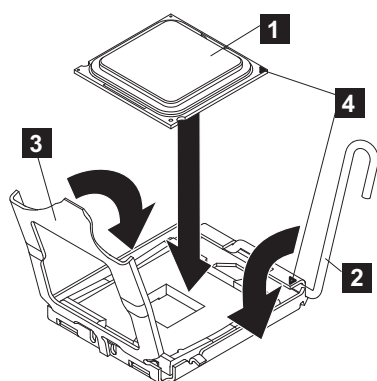

Figura 312. Fechando o quadro de suporte do microprocessador do SAN Volume Controller 2145-CG8 ou 2145-CF8
- Alinhe a marca de alinhamento triangular (**4** na Figura 312 na página 387) na ferramenta de instalação do microprocessador com a marca de alinhamento triangular no microprocessador. Em seguida, coloque o microprocessador na parte de baixo da ferramenta para que a ferramenta possa segurar o microprocessador corretamente na parte inferior da ferramenta de instalação.
Para alinhar o microprocessador com o soquete, use o fusível de alinhamento triangular no soquete de microprocessador e a marca de alinhamento triangular (**4** na Figura 312 na página 387) no microprocessador. Além disso, use a posição dos entalhes para alinhar o microprocessador.